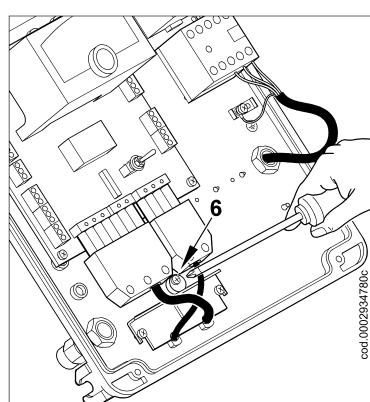

Figura 3
- 3) Volver a poner la plaquita sujetacables como indica la figura 3. Girar la excéntrica (6) de manera que la plaquita ejerza una adecuada presión en los dos cables y luego apretar los tornillos que sujetan la plaquita. Por último conectar las dos clavijas de 7 y 4 polos.